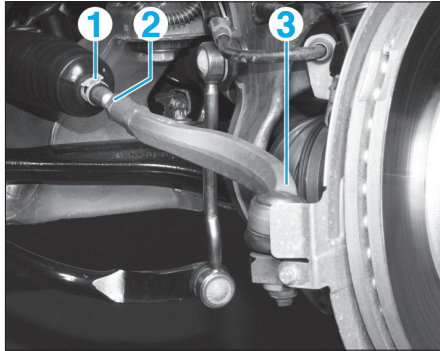

Fig. 4
- Le parallélisme se règle par l'allongement ou le raccourcissement symétrique de la longueur des biellettes de direction (1), en les tournant par leur empreinte hexagonale, après avoir desserré les contre-écrous (2) des rotules de direction (3) (Fig.4).
- Serrer les contre-écrous (2) au couple de serrage prescrit.